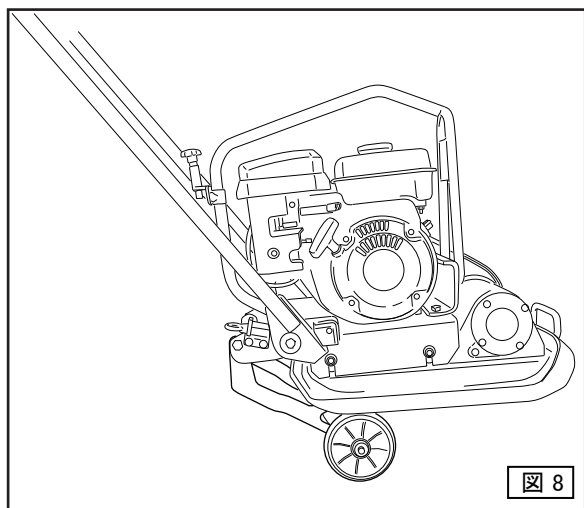

図 8
5. ハンドルを後方に引き戻し、転圧盤を浮かして機体を移動させます。(図8)